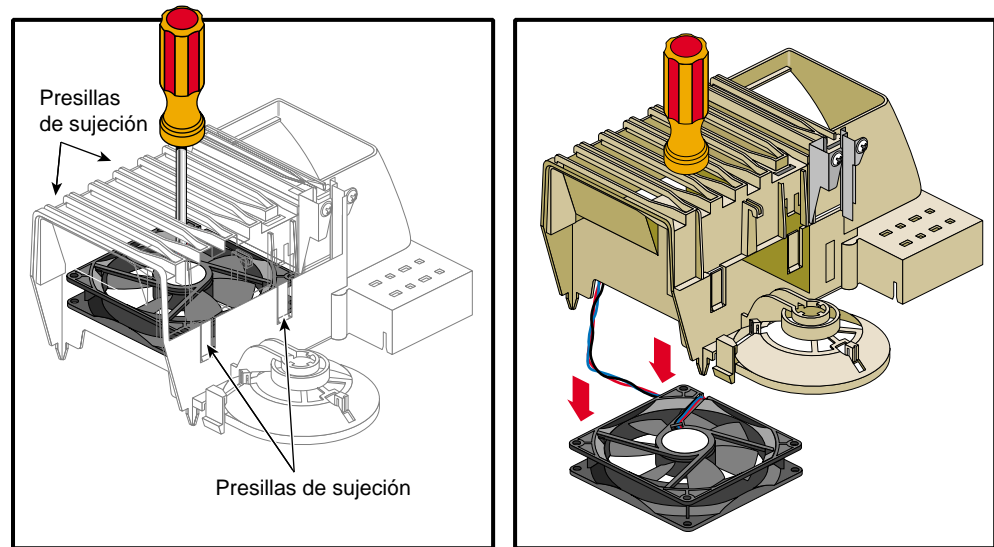

Figura 2-15 Extracción del ventilador del marco de plástico
6. El ventilador está sujeto al marco de plástico mediante cuatro presillas de sujeción. Para retirar el ventilador del marco, coloque el marco sobre una superficie plana, orientado hacia abajo, como se muestra en la Figura 2-15.
7. Utilice un destornillador plano para presionar con suavidad en el centro del ventilador. Al tiempo que ejerce presión sobre el ventilador, tire de las presillas de sujeción de una en una para desprenderlas del ventilador. Este proceso se muestra en la Figura 2-15.